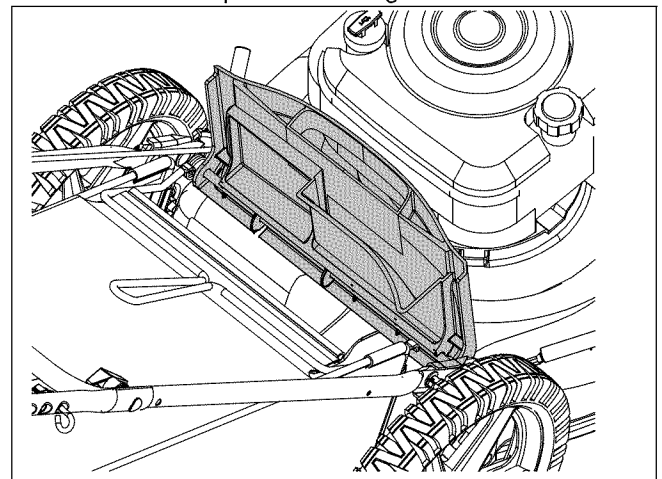

Figura 8
- Levante la puerta de descarga posterior y coloque la tolva para recorte en la barra de pivote. Descanse la puerta de descarga sobre la tolva para recorte de césped. Vea la Figura 8.